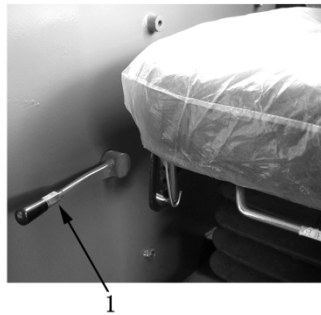

Figura 2-44
- 1) Examine las posiciones originales antes de operar de todas las barra de manejo. (figura 2-44, 2-45) 1. La palanca de freno de bloqueo 2. La palanca de cambio de velocidades de bloqueo 3, la palanca del cambio de dirección 4. La palanca del cambio de velocidades 5. La palanca del cambio de velocidades de la válvula. Cuando el conductor ajusta el asiento, debe asegurarse que estando apoyado en el respaldo, puede llegar a pisar el pedal de freno.
- 2) La palanca de freno de bloqueo (1) está en la posición cerrada. Como la figura 2-44